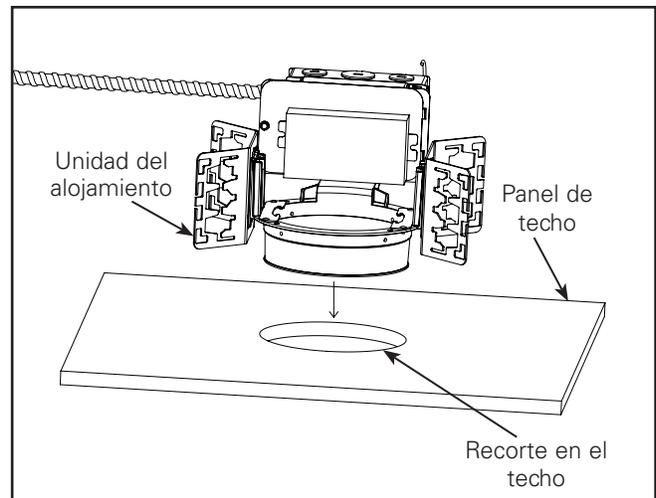

Figura 4
**Paso 3:** Instale el alojamiento del luminario (área oculta) con el anillo prefabricado montado en la cavidad del techo según se indica en las instrucciones de instalación proporcionadas con el alojamiento. Ver figura 4.